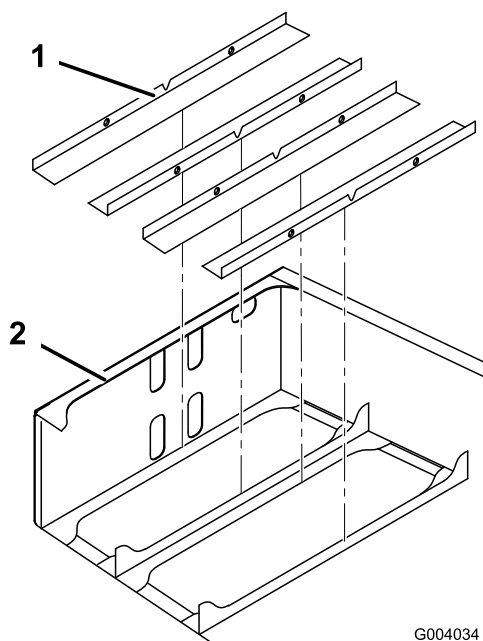

Figura 9
2. Instale a caixa dos tabuleiros das baterias na estrutura de montagem na retaguarda (figura) Figura 9.